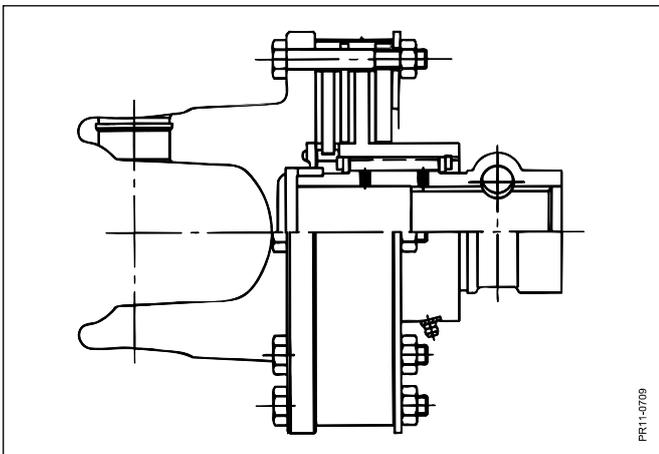

Fig. 6.4
**Fig. 6.4** Démontez l'embrayage principal à friction et le nettoyez pour éviter la rouille. Vérifiez l'usure des disques d'embrayage et les remplacez si nécessaire. Nettoyez et graissez la roue libre et ensuite la rassemblez et remonte (voir également les instructions pour l'arbre de prise de force).